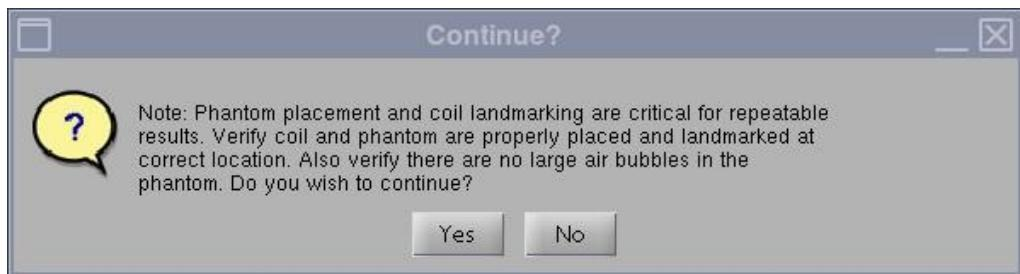

图 4
3. 启动时，将显示一条注释，说明“Phantom placement and coil landmarking are critical for repeatable results（模体放置和线圈标记对准对于可重复的结果至关重要）”。如果已正确设定标记，并且模体中没有气泡，则单击 [Yes (是)]，继续。（图 4）。